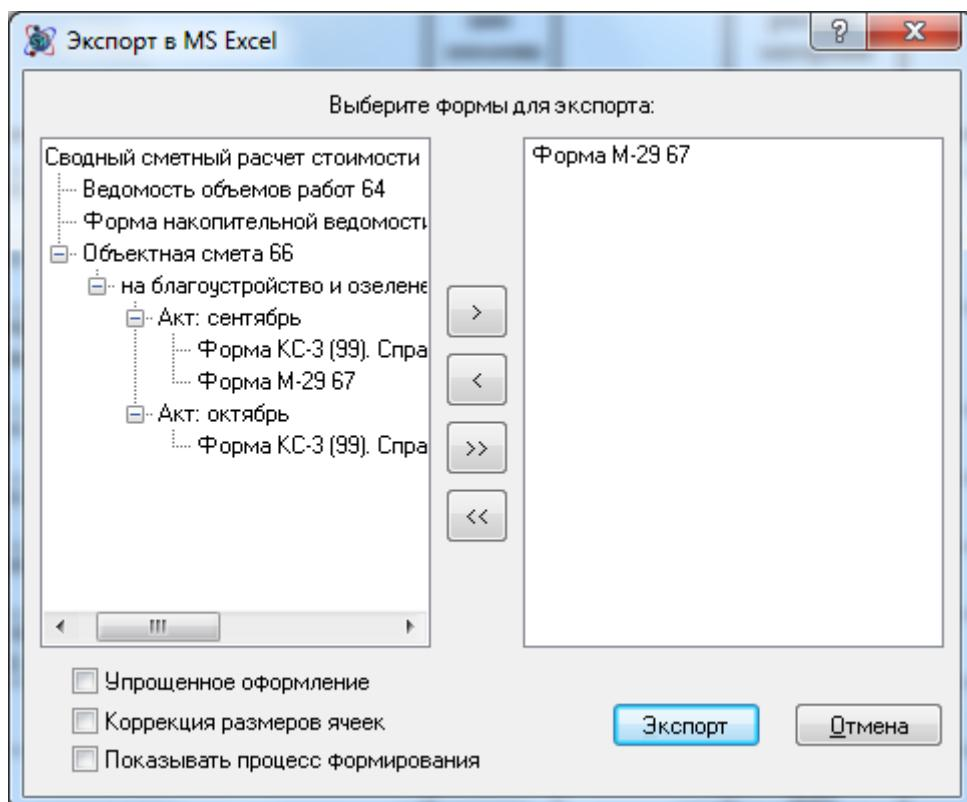

Рис. 7.2 Диалоговое окно экспорта файла SmetaWIZARD в MS Excel
3. В открывшемся диалоговом окне *Экспорт MS Excel* (рис. 7.2) выбрать формы, которые необходимо экспортировать, и двойным щелчком или с помощью кнопки добавить их из левой панели на правую.